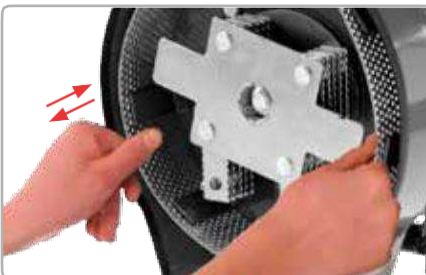

Fig.6
- En tirant, retirez et remplacez le tamis préexistant (6) par celui souhaité en fonction de la granulation finale requise - 4 sites GF-0063, Fig.6 sont disponibles ;